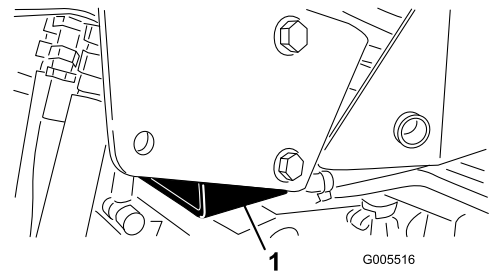

Figura 30
- Lado derecho – debajo del apoyo del gato y junto al soporte del ROPS (Figura 30)